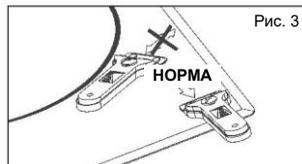

Рис. 3
**⚠** При неправильном использовании скребка лезвие может сломаться, а его обломок застрянет между стеклом и окантовкой варочной поверхности. В этом случае не пытайтесь извлечь обломок голыми руками; воспользуйтесь пинцетом или ножом с тонким лезвием. (см. Рис. 3)